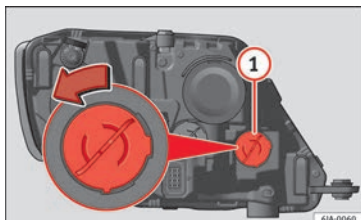

Fig. 93 Cambio de lámpara para la luz intermitente.
- Gire el portalámparas » **fig. 93 1** en sentido antihorario y retírelo.